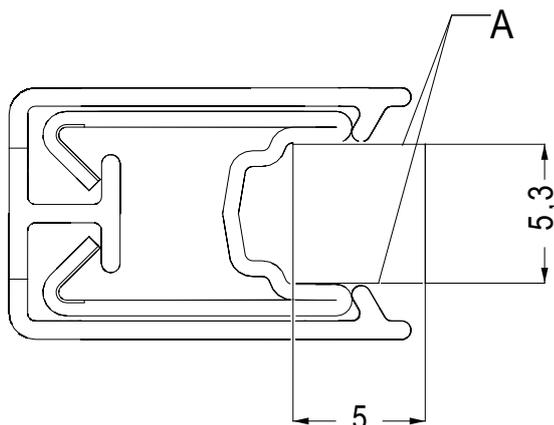

Abb. 30: PE_{plus}-Kunststoffeinlage
- Ggf. nachmessen (Schnittflächen 5,3 mm bzw. siehe Fläche A in Abb. 30)